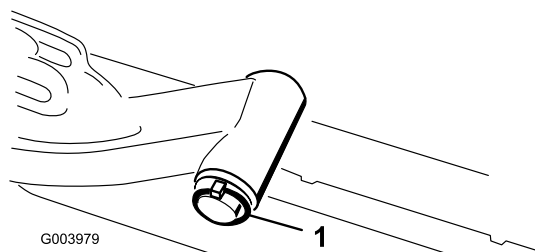

Figura 11
- A. Retire o pino de sujeição e a anilha que prende o veio da articulação do braço de elevação ao braço de elevação e faça deslizar o veio para fora do braço de elevação (Figura 11).
C. Insira o veio do braço de elevação no braço de elevação e prenda-o com a anilha e o pino de sujeição (Figura 11).